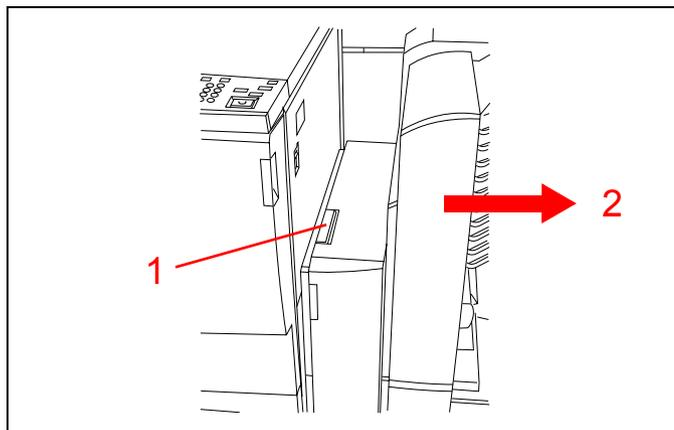

Figura 15
1. Consulte a Figura 15. Carregue na alavanca do separador/caixa de correio no sentido deste.